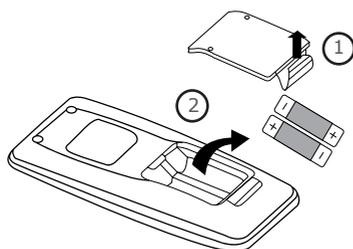

Fig.1
1. Levante la cubierta siguiendo la dirección de la flecha (como se muestra en la Fig 1 ①).
2. Extraiga las pilas originales (como se muestra en la Fig 1 ②).